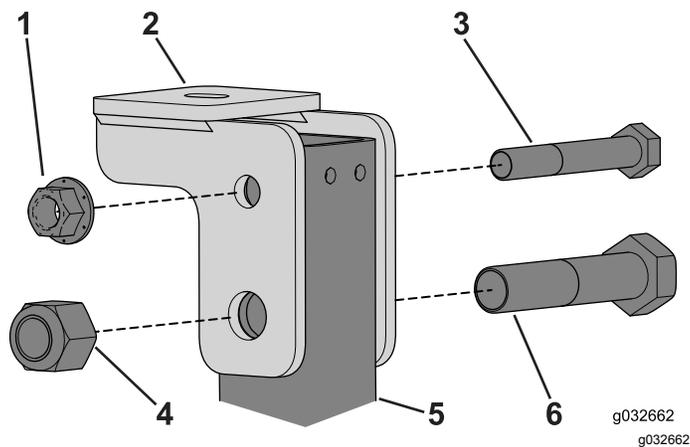

Figura 71
2. Utilizzate il bullone ($\frac{1}{2}$ " x $3\frac{1}{4}$ ") e ($\frac{3}{4}$ " x $3\frac{1}{2}$ ") per fissare, senza serrarla, la staffa del supporto della cabina a ciascun lato del tubo del ROPS (Figura 71).
6. Serrate i bulloni e i dadi che fissano i supporti di montaggio della cabina ai montanti del ROPS (Figura 71).